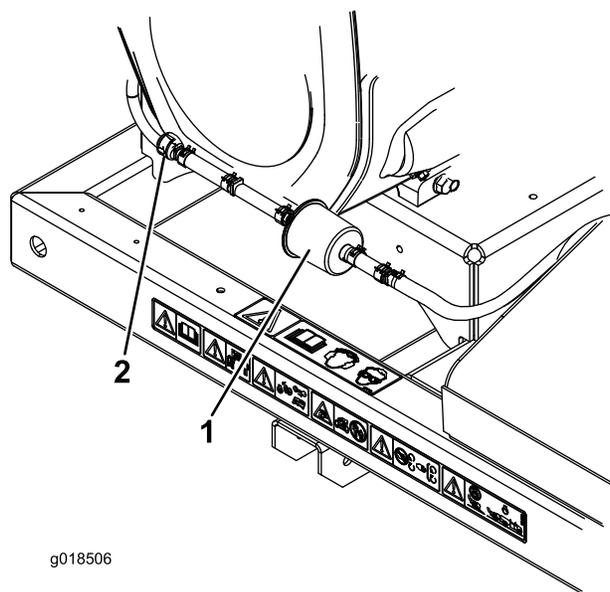

Рисунок 18
2. Переместите шланговые хомуты пружинного типа с обеих сторон фильтра линии продувки с угольным элементом в стороны от фильтра (Рисунок 18).
3. Снимите и удалите в отходы фильтр с угольным элементом (Рисунок 18).
4. Установите новый фильтр в шланг так, чтобы стрелка на фильтре была направлена в сторону обратного клапана, и зафиксируйте его шланговыми хомутами (Рисунок 18).